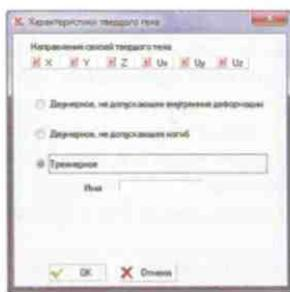

Рис. 6.5-4. Диалоговое окно Характеристики твердого тела (корректировка)
- в появившемся диалоговом окне **Характеристики твердого тела** (рис. 6.5-4) с помощью маркеров назначить вид твердого тела и коды связывания (направления степеней свободы) узлов жесткого тела;